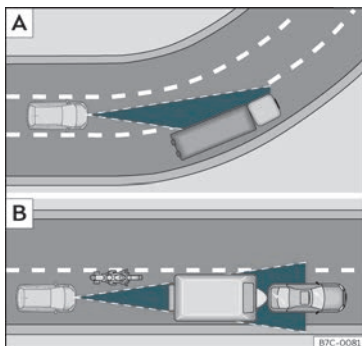

Fig. 154 **A)** Vehículo nunha curva. **B)** Motociclista circulando por diante fóra do radio de acción do sensor de radar.
O ACC podería non detectar en curva o vehículo precedente ou podería regular a distancia con vehículos que se atopan noutros carrís >>> **fig. 154 A)**.
- Vehículos que circulen sen aliñación ou fóra da zona de detección do sensor, por exemplo, motocicletas >>> **fig. 154 B)**